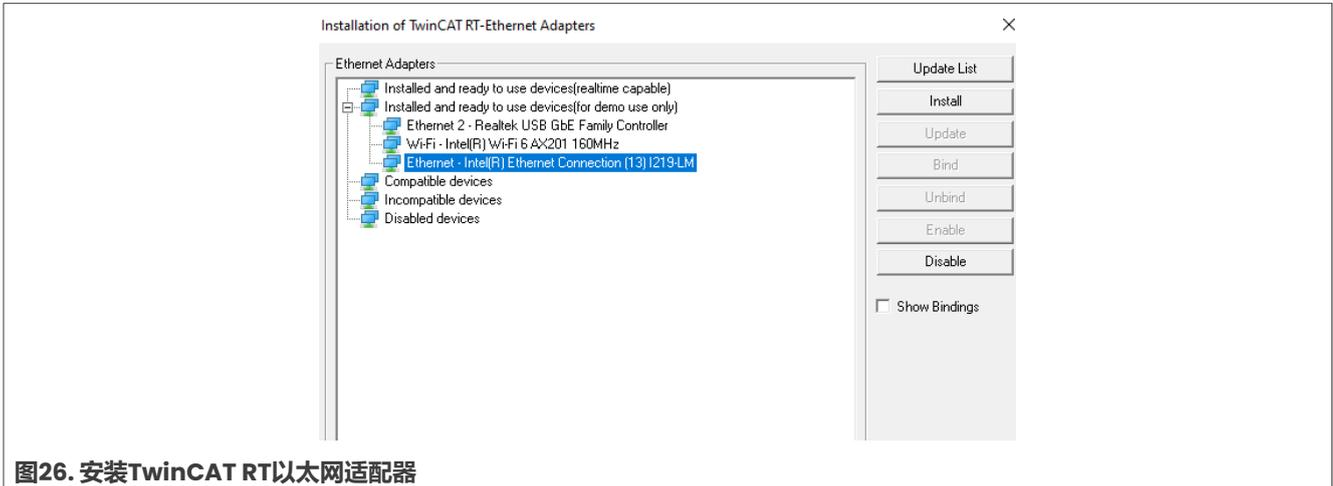

图26. 安装TwinCAT RT以太网适配器
4. 请确认系统中已正确安装EtherCAT主站设备驱动程序。本演示工程将PC作为主站，Intel (13)I219-LM作为PC网络控制器，具体配置如图26所示。